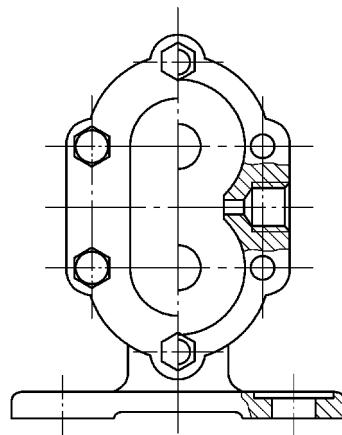

图 12-29 插入余下螺栓头左视图
6) 同上一步骤插入螺栓头左视图至其他螺孔位置处，如图 12-29 所示。